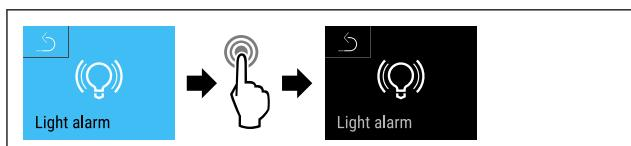

Fig. 153
- Seguir los pasos de procedimiento (consulte Fig. 153) .